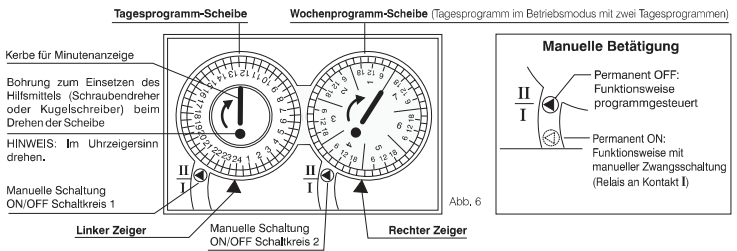

Abb. 6
- Die **linke Scheibe** (Tagesprogramm) **im Uhrzeigersinn drehen**, bis der **linke Zeiger** (Dreieck) in der 24-Uhr-Stellung (00) steht.
- Die **rechte Scheibe** (Wochenprogramm) **im Uhrzeigersinn drehen**, bis der **rechte Zeiger** (Dreieck) an der Linie der 24-Uhr-Stellung (00) des aktuellen Tages (1=Montag, 2=Dienstag...) steht. Die zwei Scheiben sind hiernach synchronisiert. (Hinweis: In Abb. 6 wurde die rechte Scheibe beispielsweise auf die 24-Uhr-Stellung (00) von Tag 5 = Freitag) eingestellt)